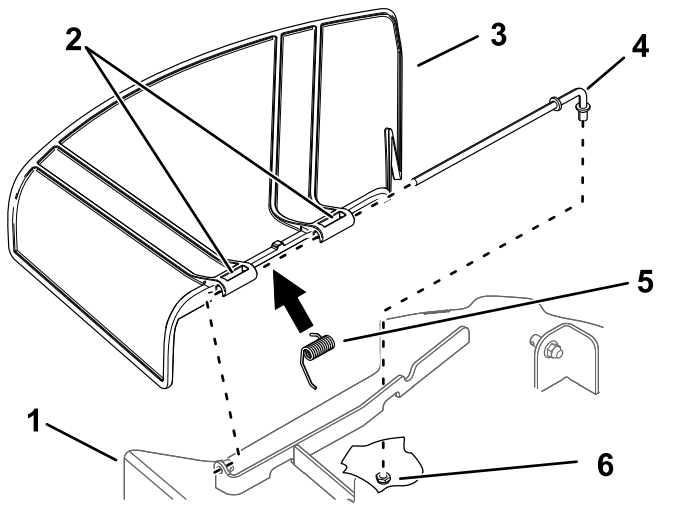

図 75
1. デッキの下側にあるロッド固定ナット $\frac{3}{8}$ "を取り外す 図 75。
2. デッキブラケットからロッドを抜き取ると、スプリングとデフレクタが外れてくる 図 75。
4. 新しいグラスデフレクタを取り付ける 図 75。
7. 2つ目のピボットに、ロッドを通す 図 75。
9. ロッド後部をデッキに差し込み、ナット $\frac{3}{8}$ "で 図 75 のように固定する。